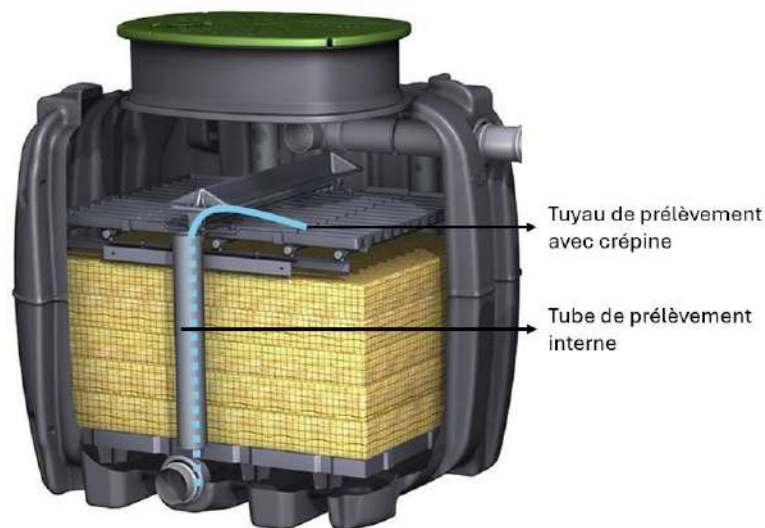

Fig. 60: Accès tube de prélèvement et insertion du tuyau souple équipé d'une crépine d'aspiration
1. Insérer le tuyau souple dans le tube de prélèvement de l'unité de traitement tel que présenté sur la *Fig. 60*.